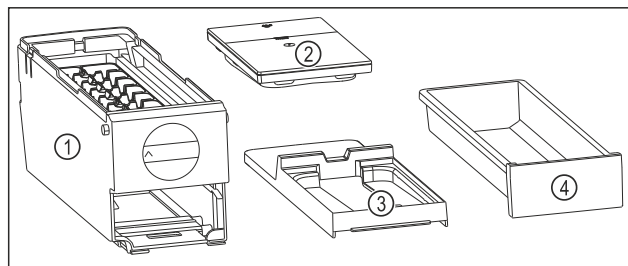

Fig. 91 Съставни части на EasyTwist-Ice
- ▷ EasyTwist-Ice е разглобен на четири части. (виж Fig. 91)
- ▶ Разглобявайте EasyTwist-Ice само на изобразените съставни части. (виж Fig. 91)
- ▶ Почистете корпуса на EasyTwist-Ice Fig. 91 (1) като едно цяло.